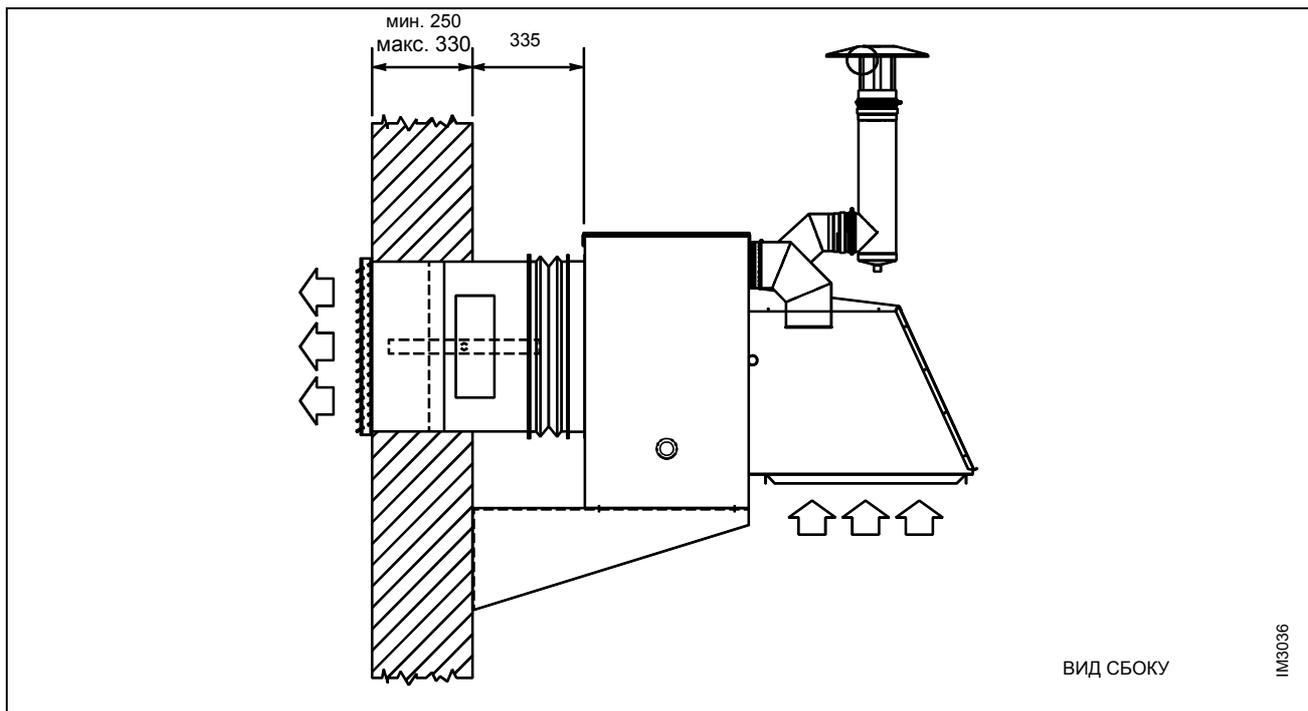

Рисунок 9 – МИНИМАЛЬНЫЙ И МАКСИМАЛЬНЫЙ РАЗМЕР СТЕНЫ
- M) Установить между заслонкой для прерывания пламени и патрубком противовибрационную муфту. На Рисунок 9 показаны минимальный и максимальный размеры стены для установки подающей решетки, заслонки для прерывания пламени без добавления частей каналов.
Компания "ROBUR S.p.A." поставляет опорные кронштейны-скобы быстрой установки, специальной конструкции для воздухонагревателей М XT. Если пользователь желает обойтись без данных приспособлений, ниже дается схема с указанием идеальных размеров кронштейнов; как альтернатива, используйте Рисунок 9, на котором показано минимальное расстояние (315 мм) и максимально возможное расстояние (370 мм) между воздухонагревателем и стеной. Для крепления устройства на опорной скобе скобу следует закрепить с помощью 4 болтов М10.